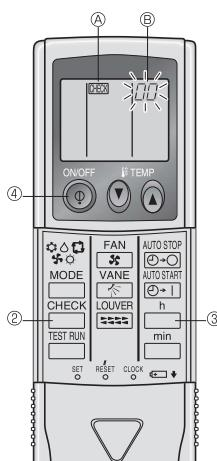

Fig. 7-4
7.3.2. สำหรับรีโมทคอนโทรลไร้สาย (Fig. 7-4)
- ① เปิดสวิตซ์
- ② กดปุ่ม **CHECK** สองครั้ง